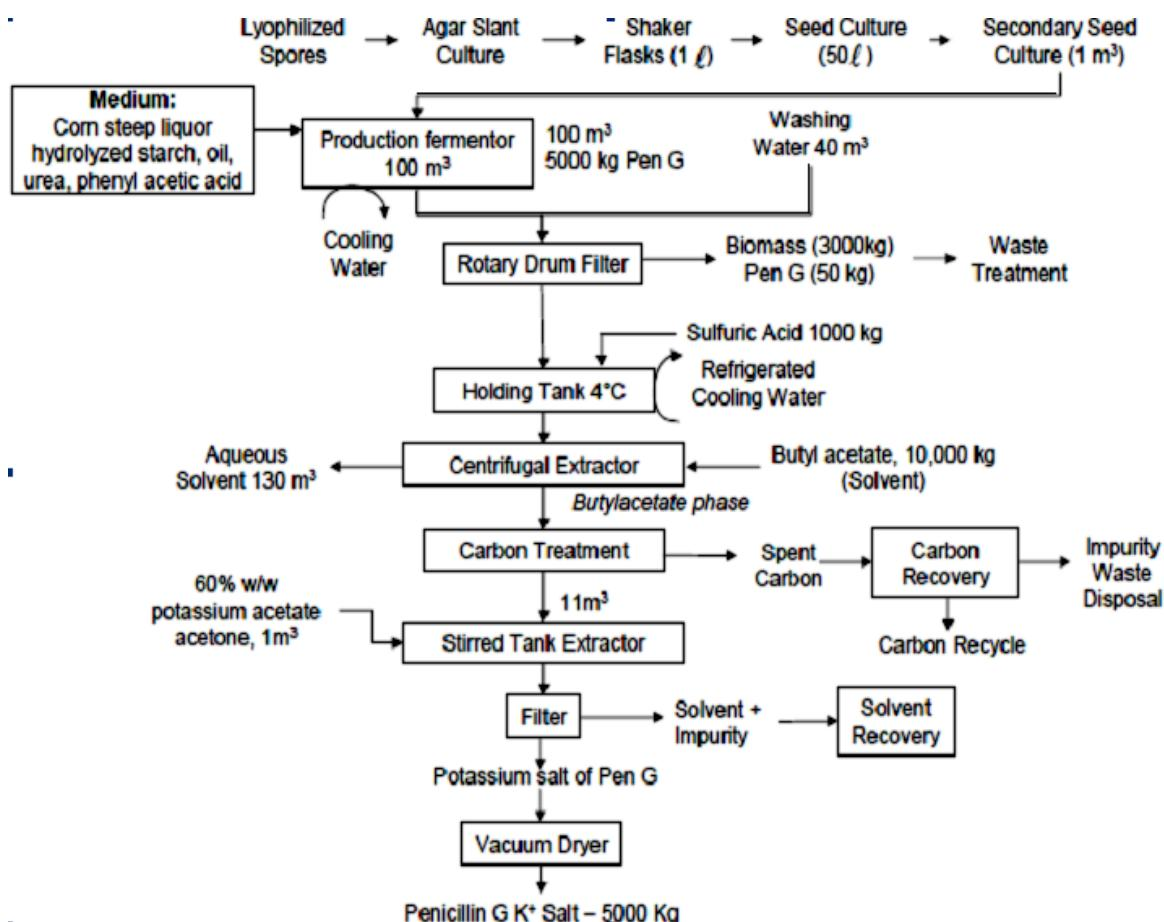

Figure Q.1.
1. Penicillin G (molecular weight = 334.42 kg/kgmol) is a microbial compound that inhibits and even destroys other organisms. It is an antibiotic which is secreted by microbial cells. A typical Penicillin G production route is shown in Figure Q.1. Based on Figure Q.1., identify and explain the function of any FOUR(4) unit operations used in downstream processing of Penicillin G (use RIPP scheme as a guide). Suggest the alternative methods for the unit operation, justify your selection.
*Penisilin G (berat molekul = 334.42 kg/kgmol) adalah satu sebatian mikrob yang menghalang malah membinasakan organisma-organisma lain. Ia merupakan satu antibiotik yang dirembeskan oleh sel-sel mikrob. Satu laluan tipikal pengeluaran Penicillin G telah ditunjukkan dalam Rajah S.1. Berdasarkan Rajah S.1., kenalpasti dan jelaskan fungsi mana-mana EMPAT(4) unit operasi yang digunakan dalam pemprosesan hiliran Penicillin G (menggunakan skim RIPP sebagai satu panduan). Cadangkan unit operasi lain yang boleh menggantikan unit operasi tersebut dan jelaskan pemilihan anda.*